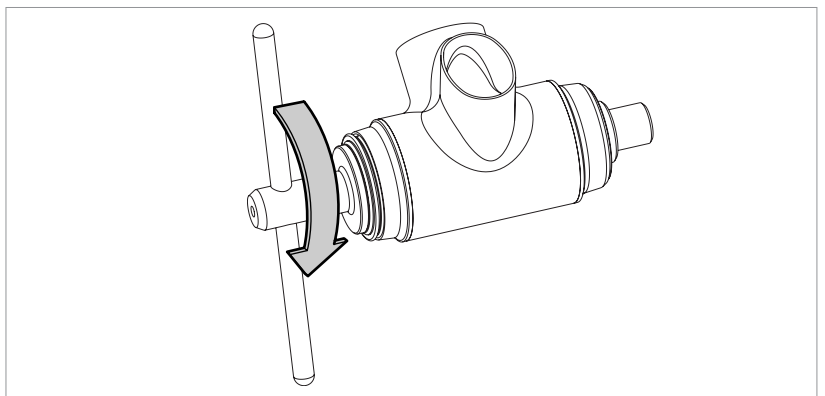

Abb.3
- Den Hebel des Werkzeugs UT-BB240 im Uhrzeigersinn drehen, bis beide Lagerschalen aneinander anschlagen (Abb. 3).
Bevor das Werkzeug entfernt wird, sicherstellen, dass die Lagerschalen korrekt am Innenlager positioniert wurden (Abb. 3).